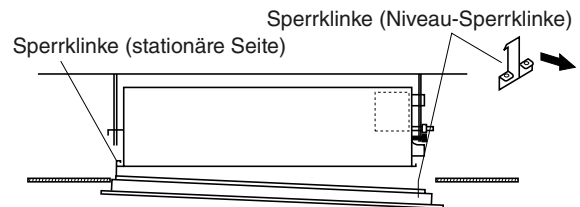

Abb. 9-22
- (1) Die Deckenverkleidung heben und die Sperrklinken der Verkleidung mit den entsprechenden Vertiefungen an der Inneneinheit zur Deckung bringen.
- (2) Zur Befestigung zunächst die stationäre Sperrklinke einhängen und dann an der gegenüberliegenden Seite nach oben drücken, um die Niveau-Sperrklinke eingreifen zu lassen, wie in Abb. 9-22 gezeigt.
Beim Abnehmen der Deckenverkleidung für Wartungsarbeiten zuerst das Lufteinlassgitter und den Luftfilter entfernen, dann den Stecker im Gehäuse der elektrischen Komponenten abziehen, und zum Schluss die vier Befestigungsschrauben herausdrehen. Eine Seite der Verkleidung durch Drücken der Sperrklinke in Pfeilrichtung lösen. (Siehe Vorsichtshinweis.) Die Deckenverkleidung durch Aushängen der stationären Sperrklinke ganz lösen und abnehmen. (Abb. 9-22)